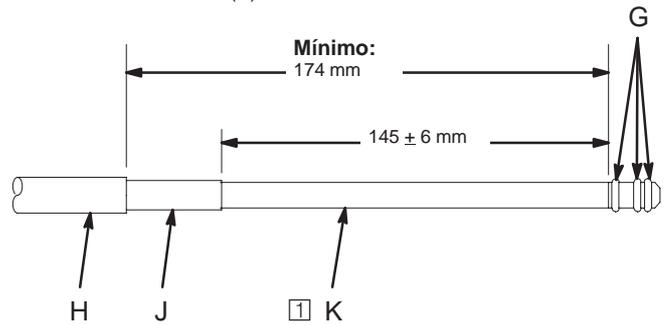

Fig. 10
1. Para que la manguera de producto cierre con hermeticidad, se debe pelar y montar la manguera hasta alcanzar las dimensiones mostradas en la Fig.10. Una manguera de producto acuoso de Graco se suministra con las dimensiones adecuadas.
4. Aplique una capa ligera de grasa dieléctrica (que se suministra con la pistola) en toda la superficie expuesta del tubo de Teflón® (K). Vea la Fig. 10.